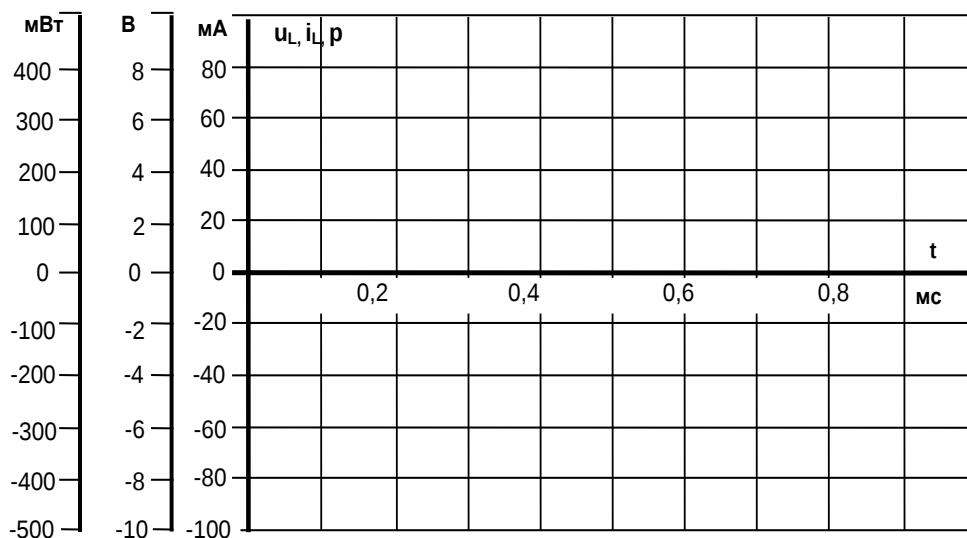

Рисунок 2.15 – Пример оформления сетки координат для построения графиков напряжения, тока и мощности в цепи **RL**
- Перенесите кривые на график (рисунок 2.15) и определите период и фазовый сдвиг между напряжением на катушке индуктивности $u_L(t)$ и током $i_L(t)$.
- Перенесите данные таблицы 2.5 на график (рисунок 2.15).